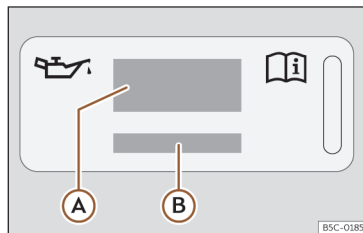

Fig. 220 No compartimento do motor: etiqueta de óleo do motor
Legenda da >>> **Fig. 220:**
Se tiver de adicionar óleo do motor, utilize um dos óleos indicados na etiqueta >>> **Fig. 220**. A etiqueta com a norma prescrita encontra-se na parte da frente do compartimento do mo-
- Se faltar a etiqueta com a especificação do óleo do motor >>> **Fig. 220**, contacte uma oficina especializada.